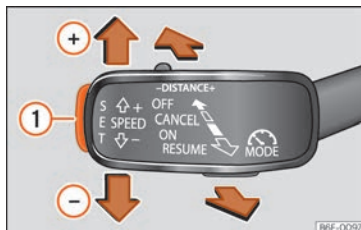

Fig. 223 A sinistra del piantone dello sterzo: terza leva per azionare il GRA.
- Premere il pulsante **SET** »» fig. 223 ①.
- Premere il tasto **SET** »» fig. 223 ① per ridurre la velocità a piccoli passi di 1 km / h (1 mph).